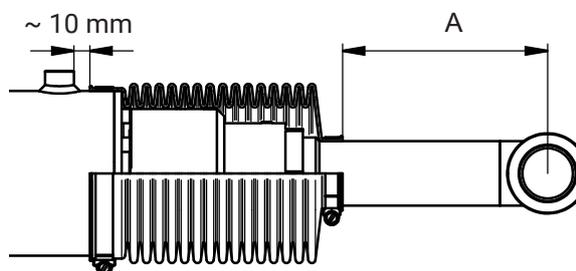

Figure 43. Pose du manchon
11. Installer le manchon des vérins. Figure 43.